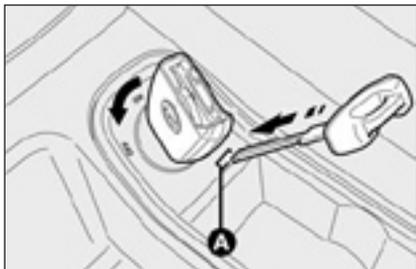

рис. 2
**ВАЖНО** Если после отключения двигателя когда автомобиль остановлен извлечь ключ невозможно, попробуйте повернуть его в положение **ВКЛЮЧЕНО**, а затем в положение **ВЫКЛЮЧЕНО**. Если проблема не устраняется, то извлеките аварийный ключ без приложения усилий и установите его в соответствующий паз **А** - рис. 2 в замке зажигания; теперь ключ можно повернуть в положение **ВЫКЛЮЧЕНО** и извлечь. Свяжитесь с официальным дилером Fiat.